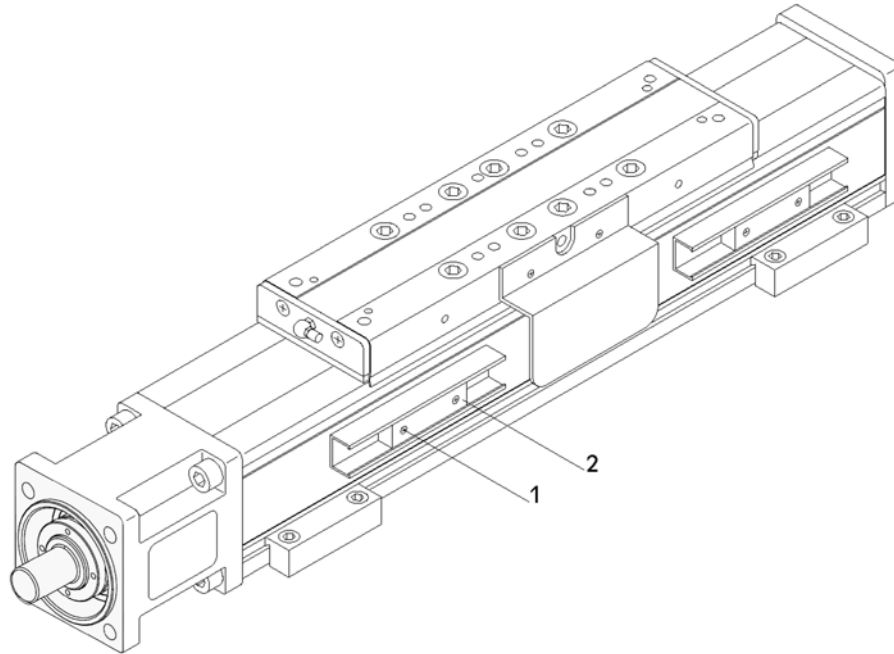

Figure 6: Détecteurs de proximité inductifs
1. **Figure 6:** Détacher le détecteur de proximité correspondant en desserrant la vis de fixation (1).
2. Déplacer le détecteur de proximité (2).